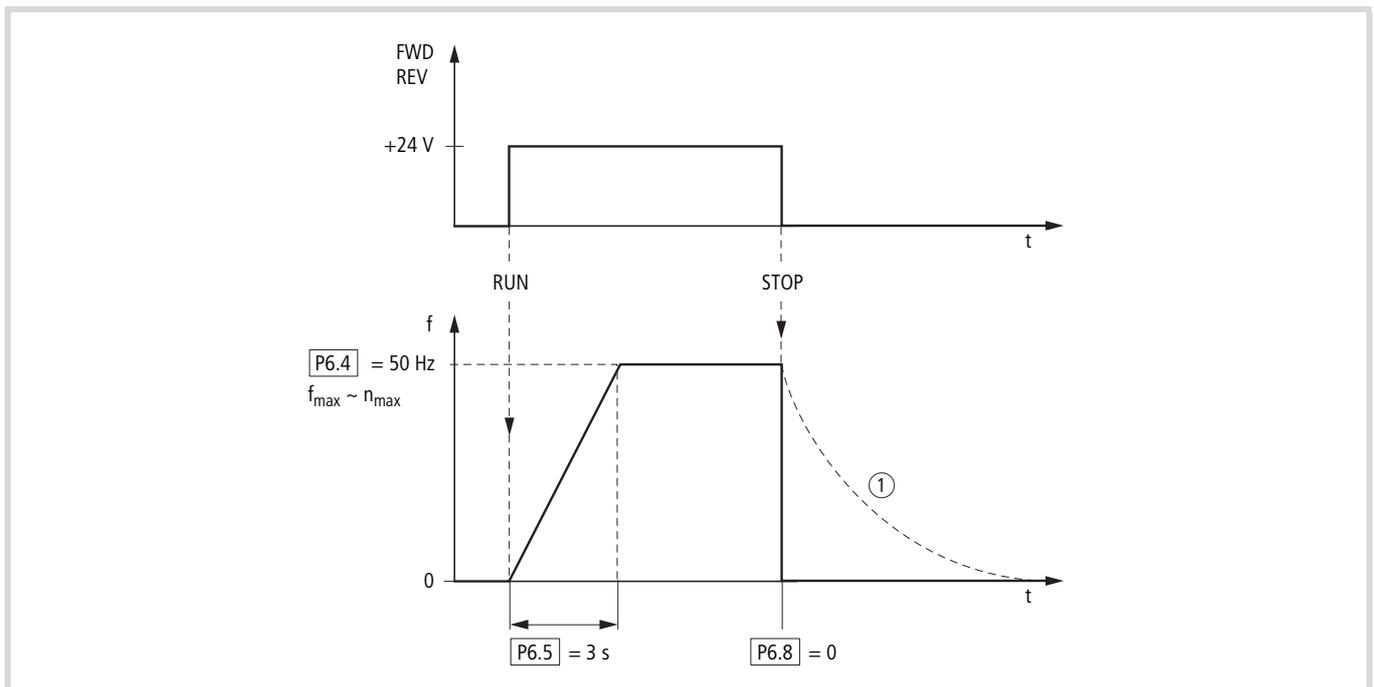

Abbildung 53: Start-Stopp-Befehl bei maximaler Sollwertspannung, Beschleunigungsrampe 3 s
Abbildung 53 auf Seite 55 zeigt beispielhaft den Verlauf, wenn das Freigabesignal (FWD/REV) angeschaltet wird und die maximale Sollwertspannung (+10 V) anliegt. Der Motor folgt in seiner Drehzahl der Ausgangsfrequenz, in Abhängigkeit vom Last- und Trägheitsmoment (Schlupf), von null bis  $n_{\text{max}}$ .
Wird im Betrieb das Freigabesignal (FWD, REV) abgeschaltet, so wird der Wechselrichter sofort gesperrt (STOP) und die Ausgangsfrequenz auf null gesetzt. Der Motor läuft ungeführt aus (siehe ① in Abbildung 53, Seite 55).